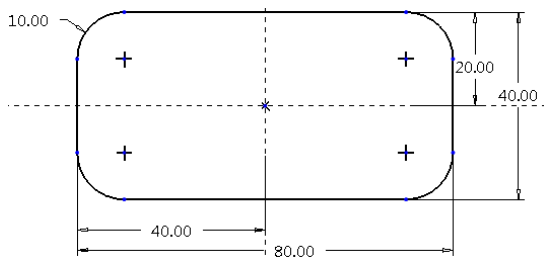

图 3-15 绘制圆角
- 单击 圆角按钮，绘制 4 个半径为 R10 的圆角，如图 3-15 所示。